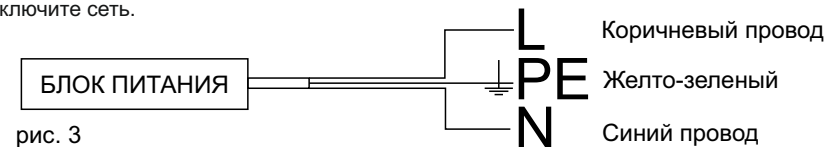

рис. 3
- 8.7.5 Подключите питающие провода к клеммной колодке, соблюдая условие: «L» - фаза, N - ноль, PE- заземление (рис. 3). Обеспечьте защищенность электрического соединения не ниже уровня IP 30